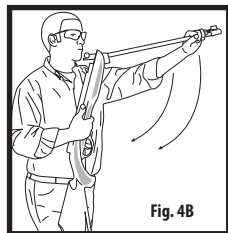

Fig. 4B
6. Rápida y firmemente, tire del extremo de la boca del cañón hacia abajo lo más posible para acoplar la acción (Fig. 4B).